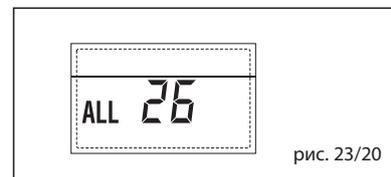

рис. 23/20
– **НЕПОЛАДКА СООТВЕТСТВИЕ СОЛНЕЧНОГО НАБОРА “ТРЕВ 27” (рис. 23/21)**